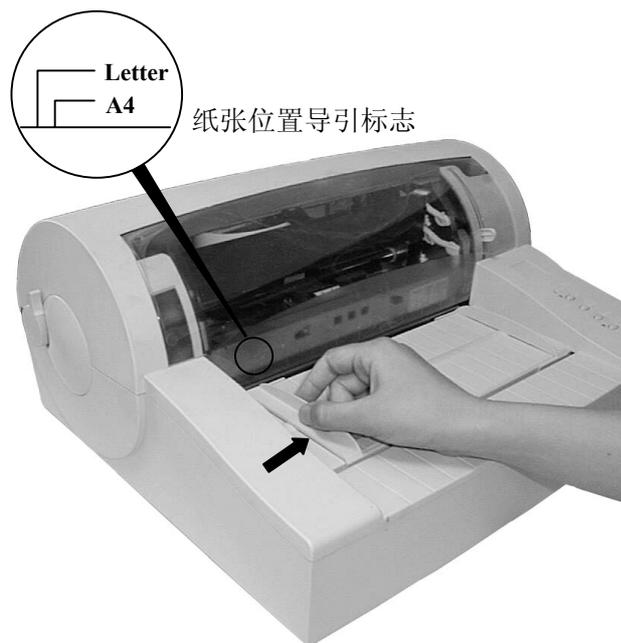

图 3-4 调整导纸挡板位置
- 根据打印机盖左边的纸张位置导引标志调整左导纸挡板，A4 和信纸的大约位置如图 3-4 显示在机盖的左边。